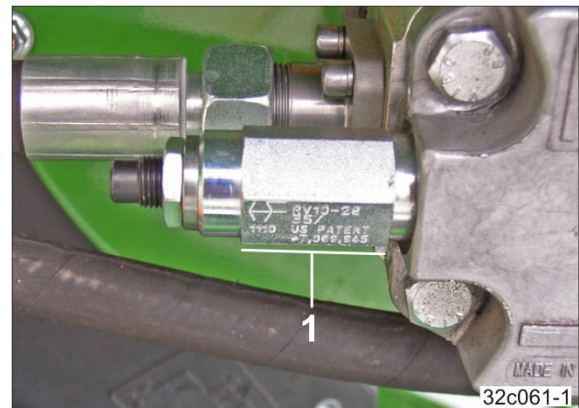

Bild 164
- 2.2 Tryckbegränsningsventil med sexkants ytterkontur (Bild 164/1)